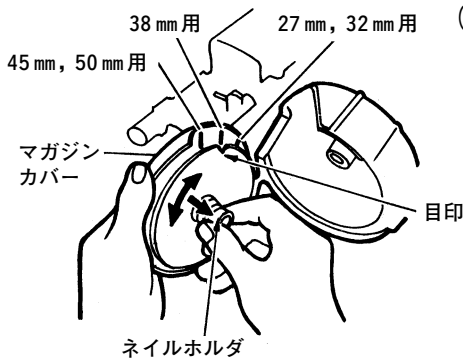

図 8
(1) マガジンに釘を入れる
- 使用する釘の長さに応じてネイルホルダの位置を調整してください。調整はネイルホルダを指でつまんで引き上げ、回して、目印をマガジンカバーの数字（50，45，38，32，27）に合わせてください。（図8）